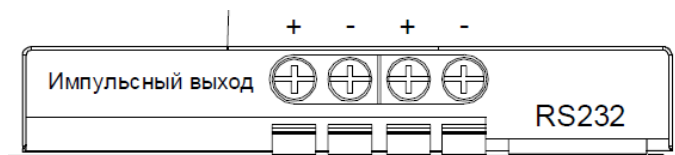

Рисунок 11
3.2.2.4 При использовании счетчика в составе АСКУЭ или АСДУ подключить цепи интерфейса в соответствии с маркировкой, приведенной на корпусе счетчика, соблюдая полярность подключения (рисунок 11).